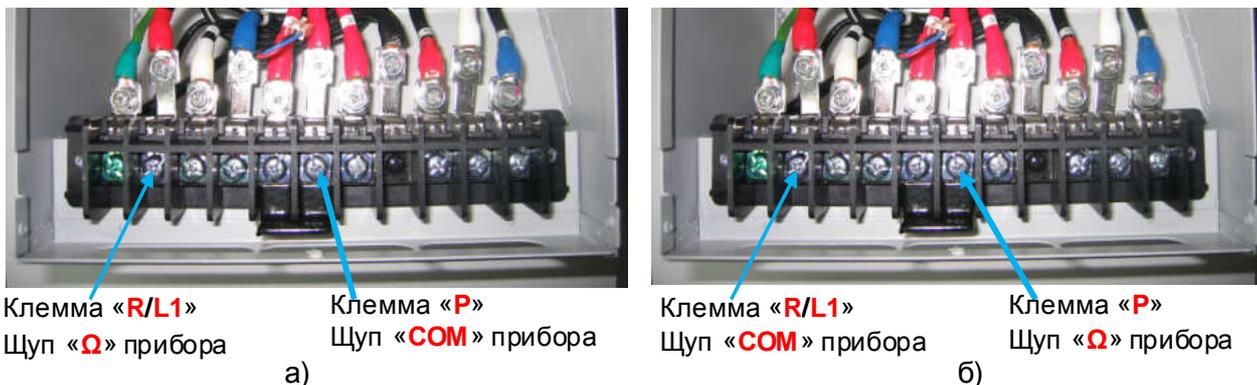

Рис.4.11. Проверка входных силовых цепей относительно терминала «+» звена постоянного тока.
- 4.12.17.4. Подключить щупы мультиметра к клемме **R/L1** и клемме **P** силовой клеммной колодки в соответствии с рис. 4.11а. Показания прибора, при исправном диодном мосте, должны быть в пределах **200...1000** (прямая проводимость диода). Повторить проверку для клемм **S/L2** и **T/L3**. Если показания прибора отличаются более чем на 10%, диодный мост считается неисправным. Подключить щупы мультиметра в соответствии с рис. 4.11б. Прибор должен показать «**Обрыв цепи**» (обратная проводимость). Повторить проверку для клемм **S/L2** и **T/L3**.